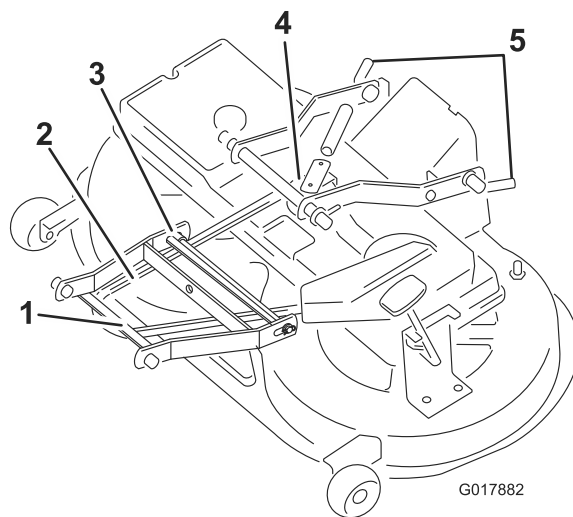

Figura 43
9. Tirate verso l'interno il braccio di rinvio e togliete la cinghia trapezoidale dalla puleggia (Figura 43).
11. Rimuovete il perno tra la bielletta del braccio anteriore e la scocca del tosaerba (Figura 43).
12. Togliete la cinghia trapezoidale dalla puleggia del motore (Figura 43).